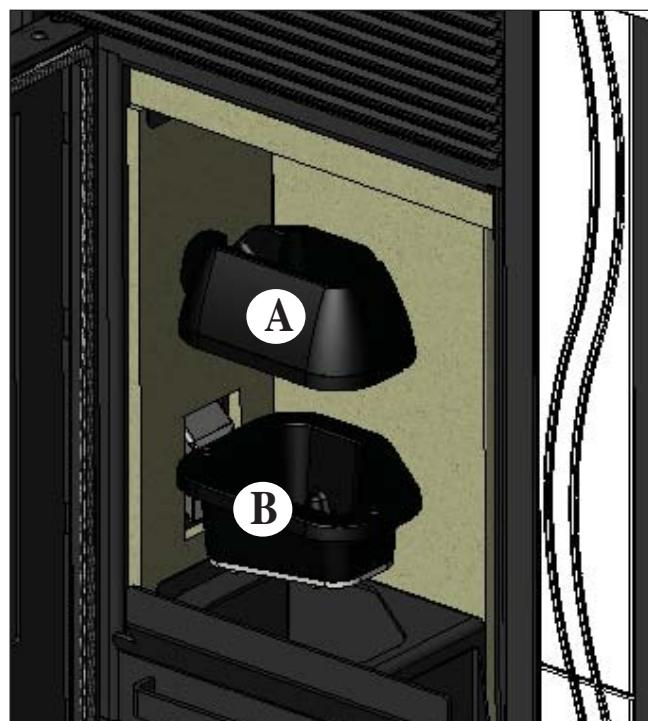

fig. 1
Après le nettoyage normal, il est PRIMORDIAL d'assembler correctement le creuset supérieur (A) avec le creuset inférieur (B) (fig.1) afin de ne pas compromettre le fonctionnement du poêle.